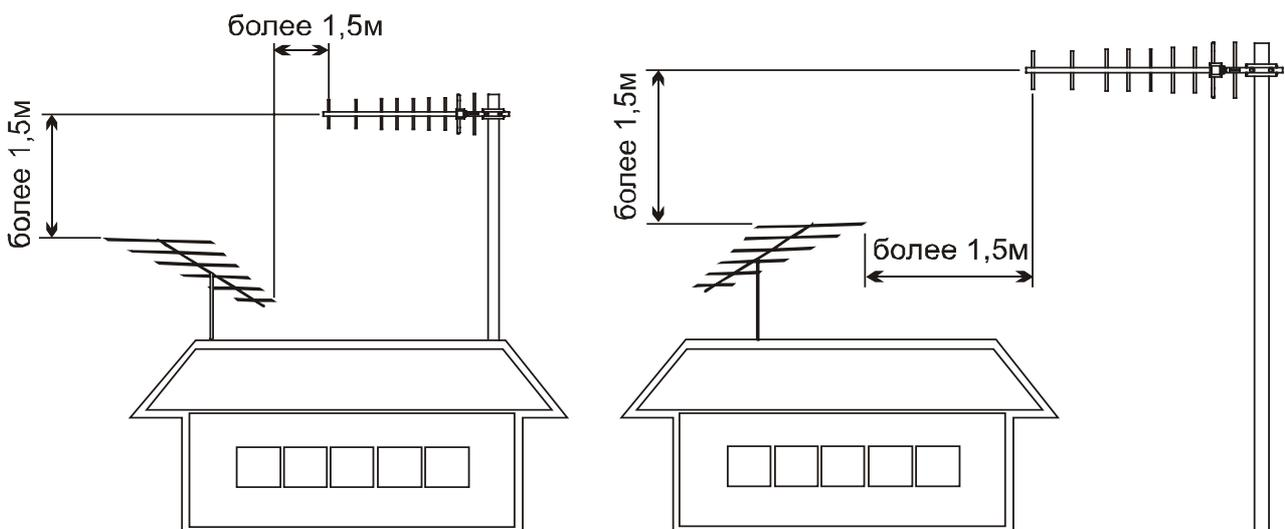

Рис. 3. Требования к установке антенны вблизи ТВ антенны или других металлических предметов
- Необходимо также учитывать, что расположенные ближе 1,5м от антенны посторонние предметы, особенно металлические, (телевизионная антенна, громоотвод, линия электропередачи, надстройка здания и т.п.) могут ухудшить качество связи. Поэтому устанавливайте антенну так, как показано на рис. 3, выдержав хотя бы одно из указанных расстояний.
- С целью уменьшения помех телеприему не рекомендуется устанавливать мачту антенн A1D 800, A1D 900 ближе 1,5м от телевизионной антенны (см. рис. 3).